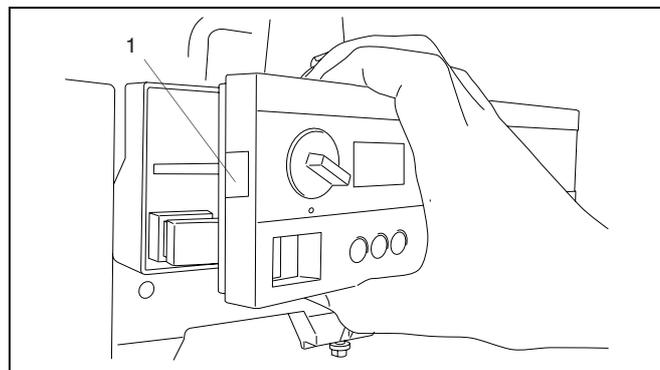

Abb. 21 Bedienmodul BM10 abnehmen
- Lasche am Bedienmodul BM10 (Abb. 21, Pos. 1) eindrücken und Bedienmodul nach oben abnehmen.